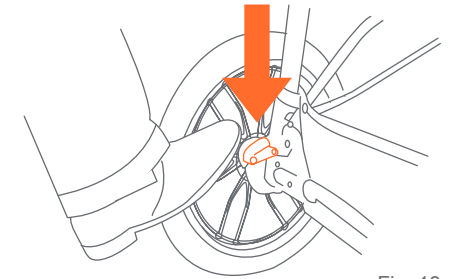

Fig. 13
- 13) •** Para aplicar los frenos, ejerza presión hacia abajo a las palancas del freno situada en el eje trasero. El carrito podría requerir un movimiento hacia delante o hacia atrás para activar el freno (Fig. 13).